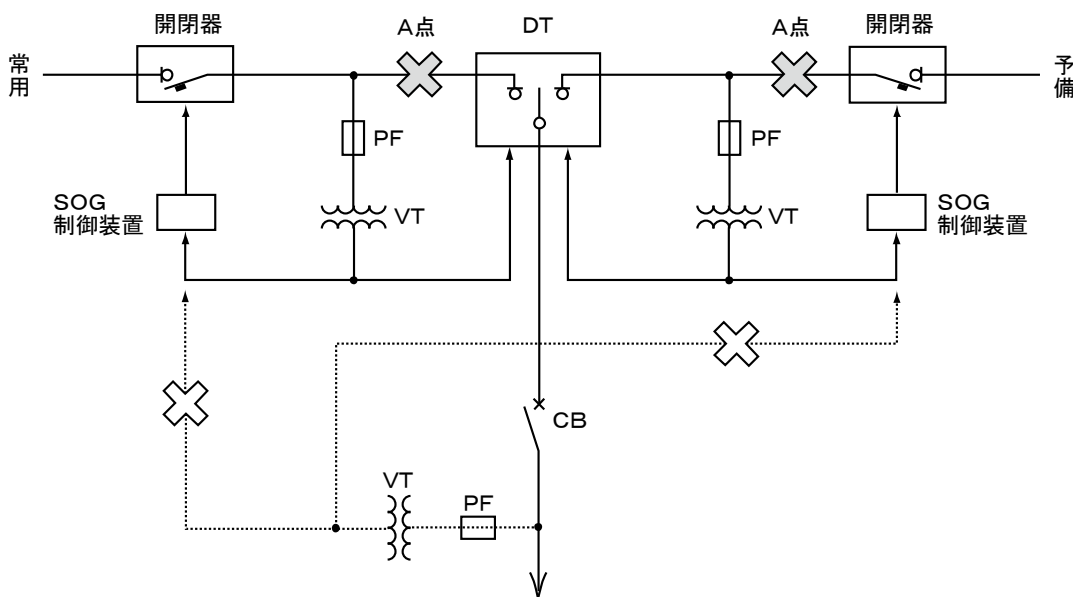

図10 制御電源のとり方（2回線引込みの場合）
- ⑧ 2回線引込みで、両回線ともに常時給電されている場合、制御電源は必ず図10のように印加してください。もし切換開閉器（DT）の負荷側からとりますと、A点で短絡事故が発生すればSO動作ができないため、開閉器は開放せず波及事故となります。